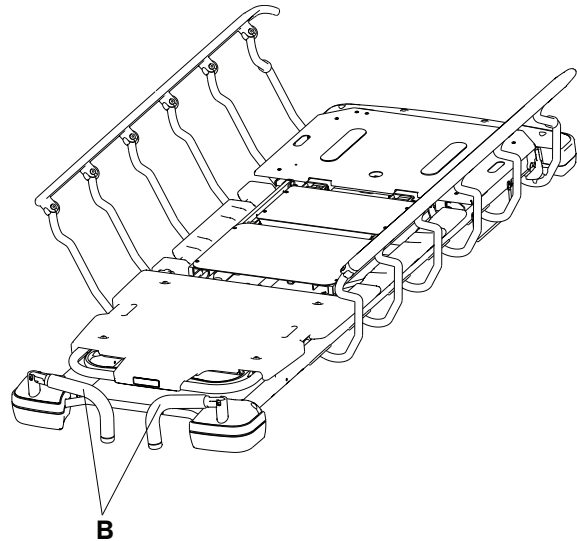

Рисунок 12 – Перевод ручек для толкания головного конца в сложенное положение
3. Выполните эти действия в обратном порядке, чтобы перевести ручки для толкания головного конца (B) в сложенное положение (Рисунок 12).